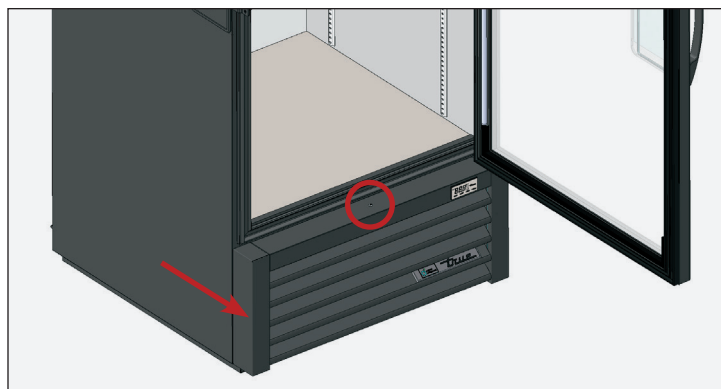

Рис. 1. Расположение винтов передней вентиляционной решетки.
1. Снимите переднюю вентиляционную решетку. См. рис. 1.